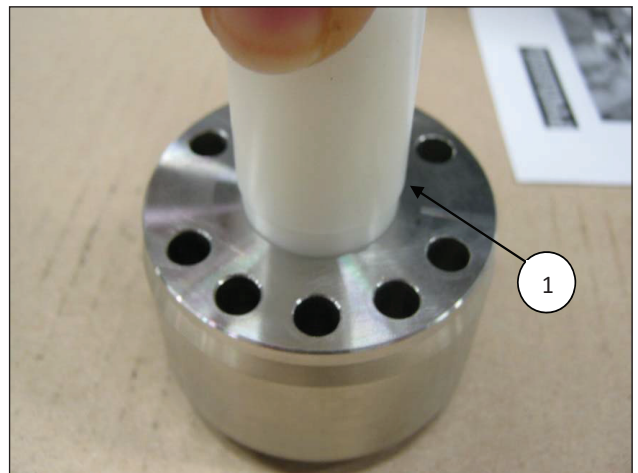

图42
- 在H.P密封圈支撑上放入泵头环(①,图40),然后放入H.P.(高压)密封圈组;由于密封圈和H.P.(高压)密封圈支撑之间的轻微干扰,为防止损坏,建议使用塑料缓冲垫(①,图41和图42)。